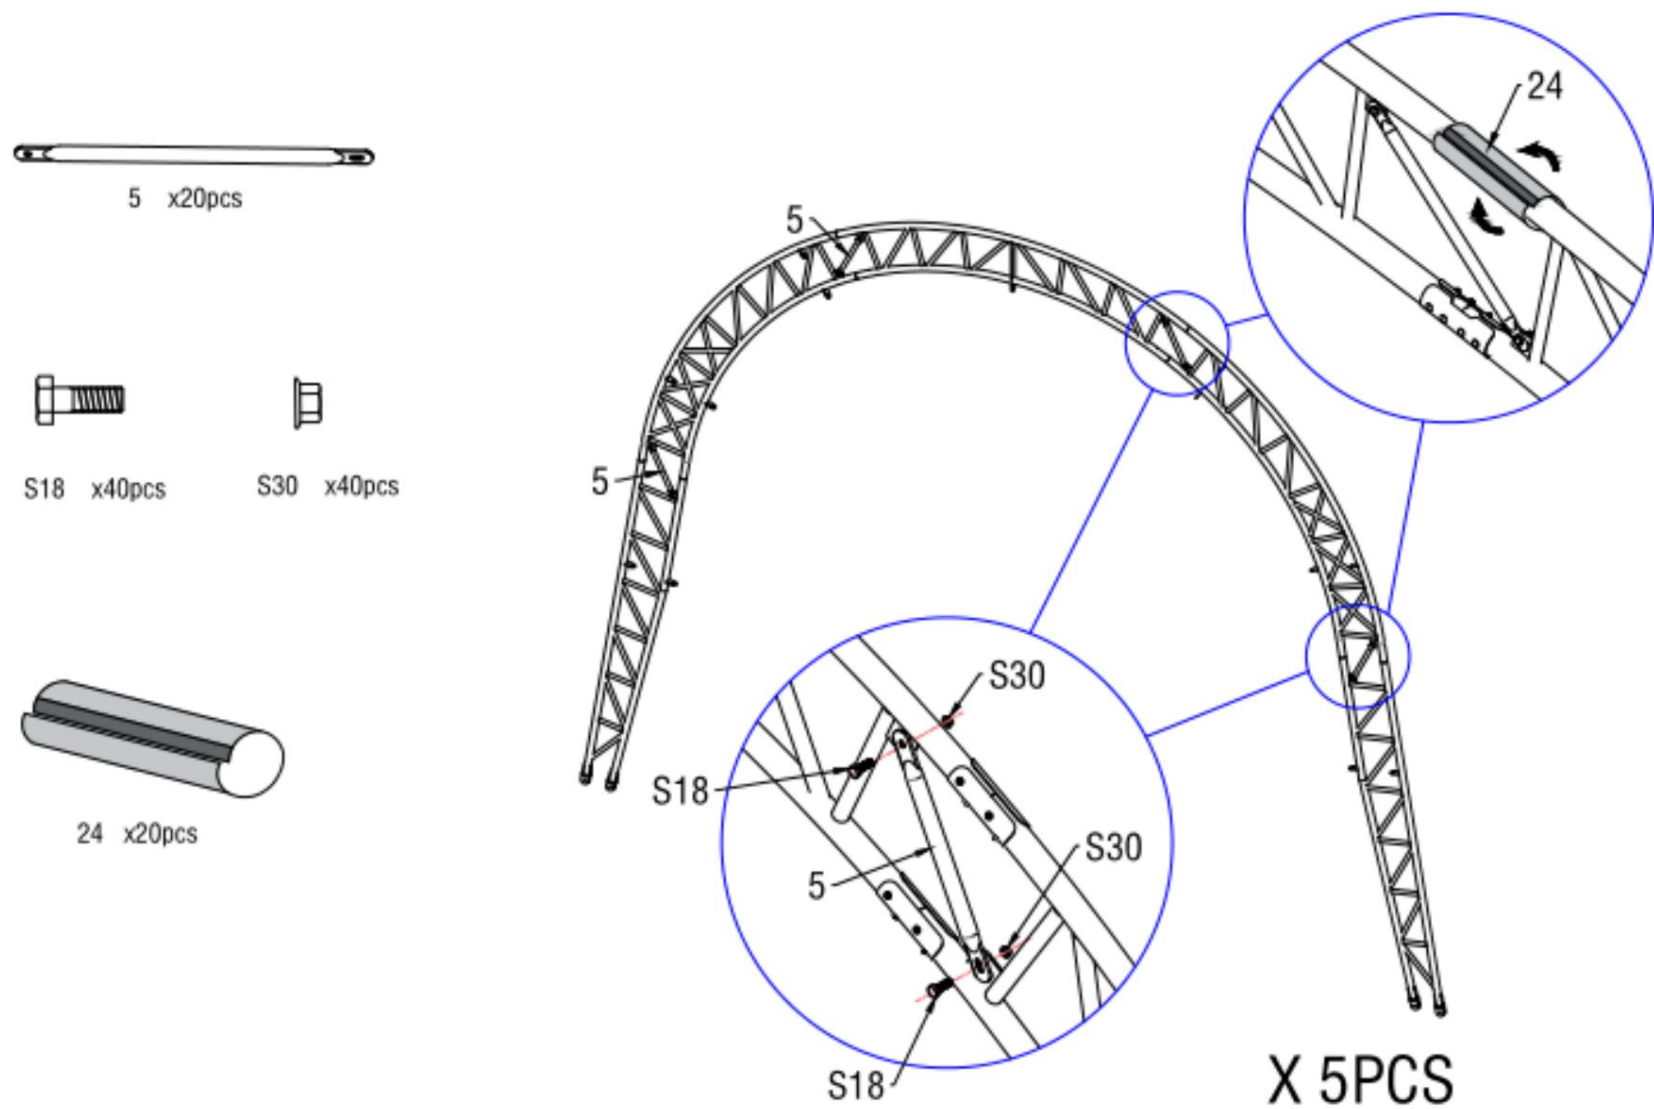

Figure 5
3. Comme le montre la figure 5, utilisez la sangle de support entre l'arche (n° 5) pour connecter le tube de toit supérieur (n° 1) avec un boulon hexagonal 10*30 mm (n° 1). S18). Placez ensuite la protection en PVC sur l'extérieur de la jonction de l'arche afin de protéger la couverture du toit des rayures causées par le joint extérieur. Assemblez le reste de l'autre groupe d'arcs à double ferme comme ceci.